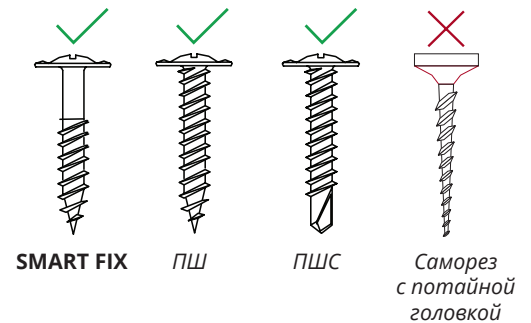

Рисунок 1
- для деревянной обрешетки – саморезы Grand Line Smart Fix 4,2x25 или ПШ 4,2x25 (рис. 1)